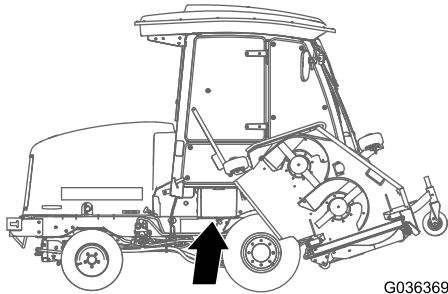

Figura 81
1. Abra a cobertura da bateria no lado do resguardo (Figura 81).
Nota: Pressione a superfície plana por cima da cobertura da bateria para facilitar a remoção da cobertura (Figura 81).